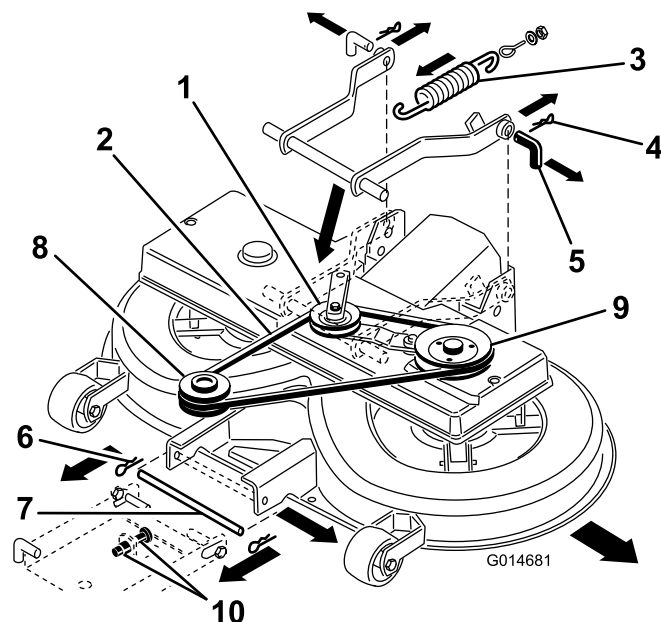

Figura 41
8. Tirate dentro il braccio di rinvio e togliete la cinghia trapezoidale dalla puleggia (Figura 41).
9. Scollegate la molla dalla leva d'innesto (Figura 41).
11. Togliete i fermagli a forcina dai due perni posteriori e togliete i perni (Figura 41).
12. Togliete il fermaglio a forcina dal perno anteriore e togliete il perno (Figura 41).
13. Togliete la cinghia trapezoidale dalla puleggia del motore (Figura 41).
7. Spostate il perno inferiore della sospensione di regolazione anteriore nella posizione inferiore dei fori scanalati, regolando i due dadi M12 sulla sospensione anteriore (Figura 41).